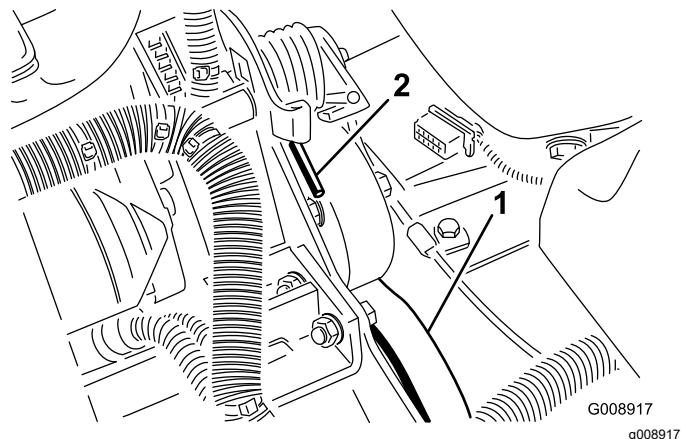

Figura 78
3. Premete l'estremità della molla e spingetela in avanti (Figura 78) per sbloccarla dalla staffa e rilasciare la tensione della molla.